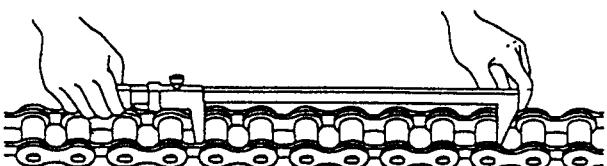

図 6-12 ノキスにて 6リンク測定のところ
- ① チェーンを洗浄する。
- ② チェーン全体のあそびを除くために、ある程度引張った状態で測定する。
- ③ 図 6-12 に示した方法によって判定寸法 (L) を求める。
- ④ 測定長さは誤差をできるだけ少なくするために 6 ~ 10 リンクとする。
- ⑤ チェーンの伸び率を求める。